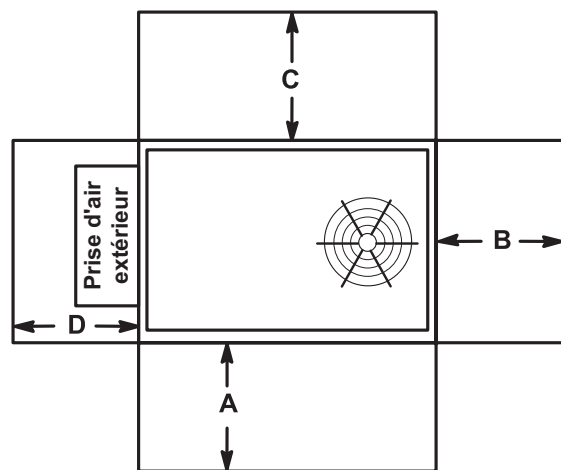

FIGURE 1
Voir les dégagements de l'unité à la FIGURE 1.
L'unité LDT est homologuée ETL/CSA pour les installations extérieures uniquement avec les dégagements par rapport aux matériaux combustibles indiqués sur la plaque signalétique de l'unité et à la FIGURE 1.
L'unité LHT est homologuée ETL/CSA comme thermopompe avec climatisation et avec ou sans chauffage électrique auxiliaire pour les installations extérieures uniquement avec les dégagements par rapport aux matériaux combustibles indiqués sur la plaque signalétique de l'unité et à la FIGURE 1.
- 2 - Les dégagements d'installation spécifiés doivent être respectés lors de l'installation de l'unité. Voir FIGURE 1.